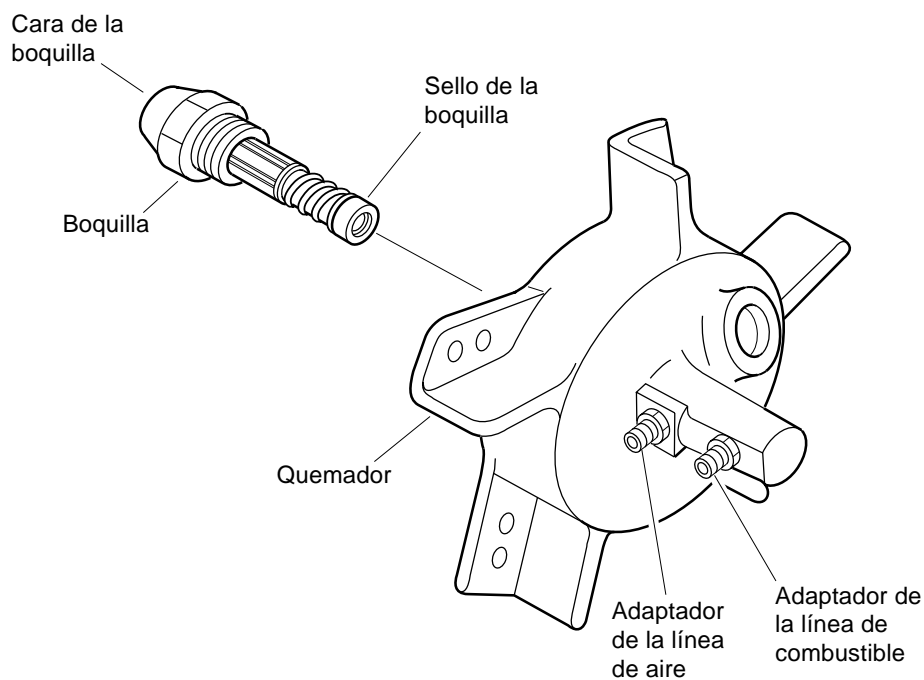

Figura 28 - Remoción de la boquilla, modelos de 20,5/26,4 kW (70/90,000 Btu/hr)
8. Quite cuidadosamente la boquilla del quemador usando una llave de casquillo de 5/8" (vea la Figura 28).